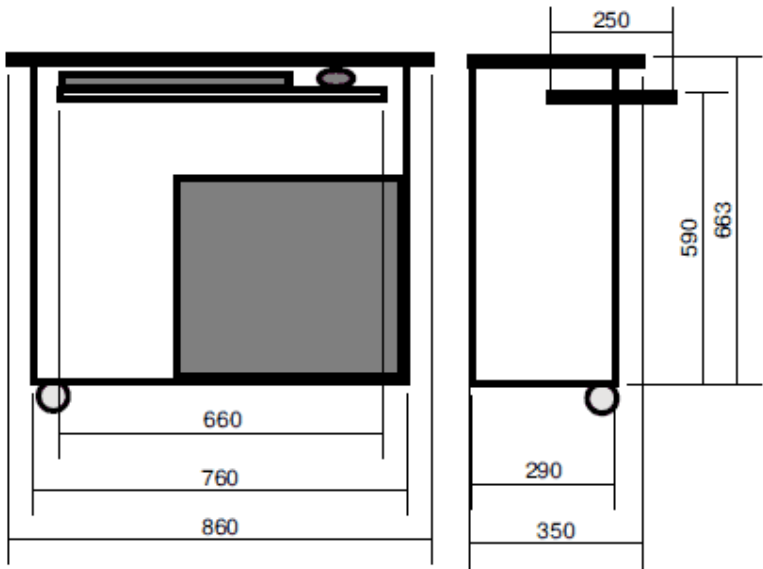

Рис. 1.6. Пример эскиза с габаритами
- Смоделировать размещение человека за столом перед монитором, перемещая отдельные элементы и изменяя их размеры. Возможно, стоит дополнить набросок еще одной или двумя проекциями: видом спереди и сверху. В результате должно появиться что-то, подобное изображению на рис. 1.6.